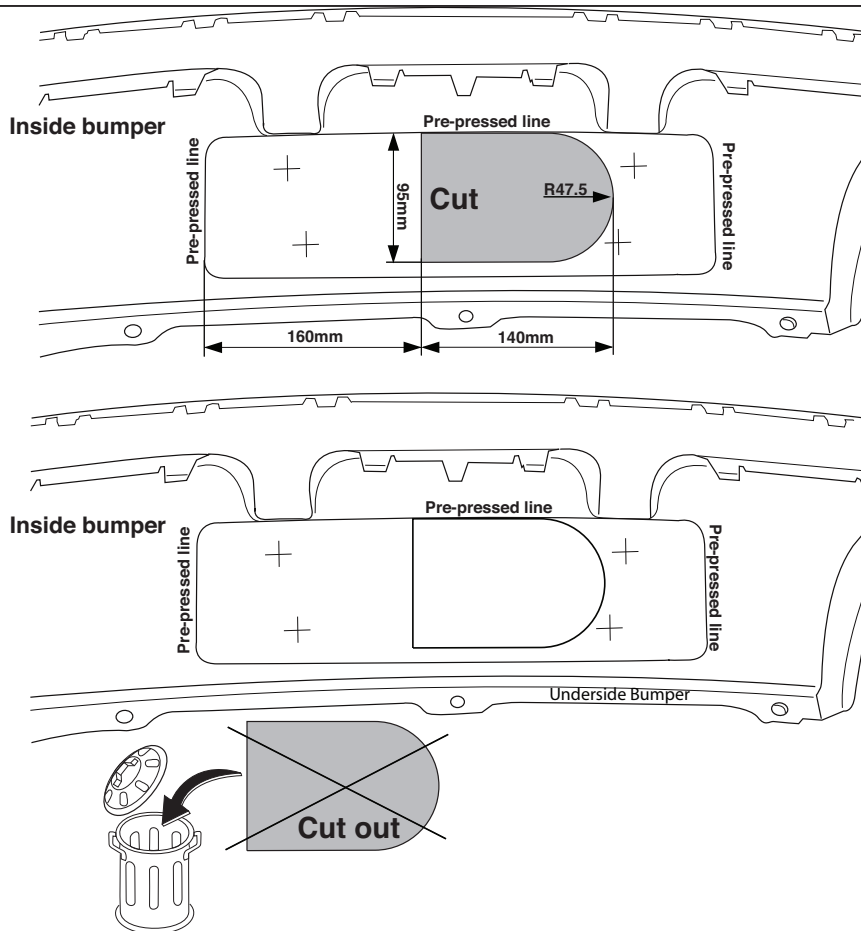

Fig. 2
5. Выпилить часть из бампера в середине снизу, как указано на рис. 2.